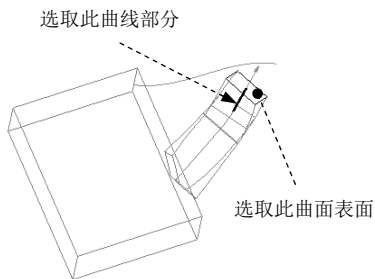

图 8.8.12 操作过程
(1) 单击 **分析** 功能选项卡 **测量** 区域中的  按钮。
(2) 在系统弹出的“角”对话框中，打开 **分析** 选项卡。
(3) 定义起始参考。单击 **起始** 文本框中的“选取项”字符，然后选取 8.8.12 所示的曲线部分。
(4) 定义至点参考。选取图 8.8.12 所示的模型表面。
(5) 此时在 **分析** 选项卡中显示角度值为 90° ，这个结果表示原始轨迹与截面垂直，验证成功。